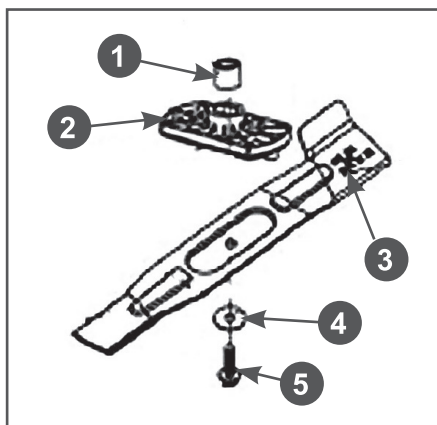

Рис. 14 Схема крепления ножа
6. Осмотрите адаптер 2 ножа (Рис. 14). Адаптер ножа не должен иметь повреждений, нож должен быть установлен точно на направляющих адаптера без смещения. Если адаптер поврежден – замените его.